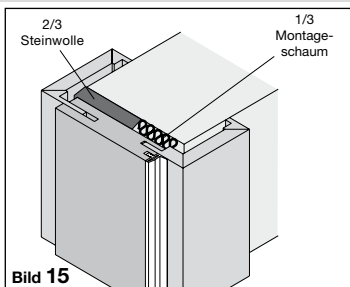

Bild 15
Türseitig 1/3 der Futterbrettbreite durchgehend 3-seitig ausschäumen, 2/3 mit Steinwolle ausstopfen (siehe Bild 15).
- Türseitig 1/3 der Futterbrettbreite durchgehend 3-seitig ausschäumen, 2/3 mit Steinwolle ausstopfen (siehe Bild 15).